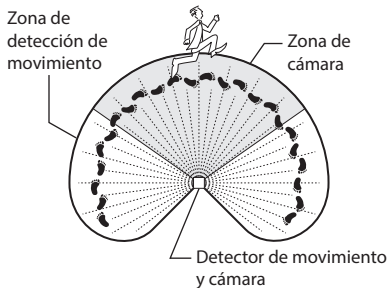

Figura 9
8. Si es necesario, agarre suavemente el detector de movimiento y muévelo de lado a lado o hacia arriba y hacia abajo a la mejor posición para detectar el movimiento y ver el área deseada usando la cámara (vea la Figura 9).